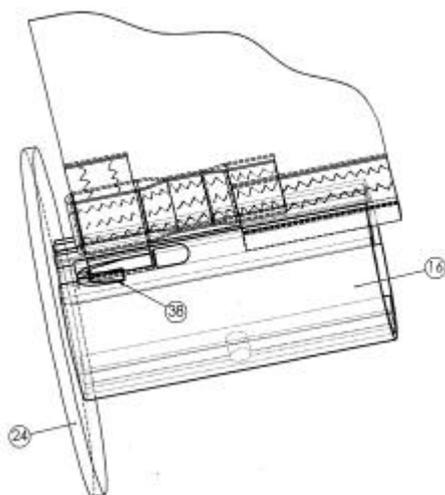

Fig 16
IV 3 - Passer le coulisseau de point d'amure (38) dans la sangle de point d'amure de la voile. Voir Fig. 16.